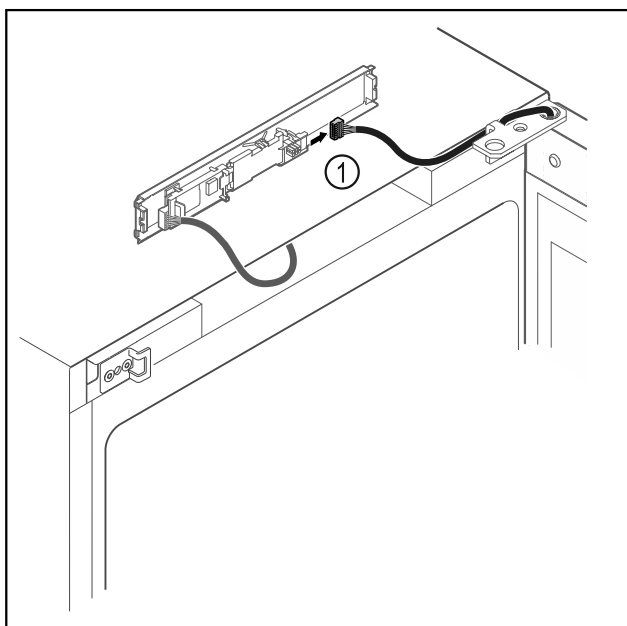

Fig. 18
- Desenchufar el conector Fig. 18 (1) de la platina.